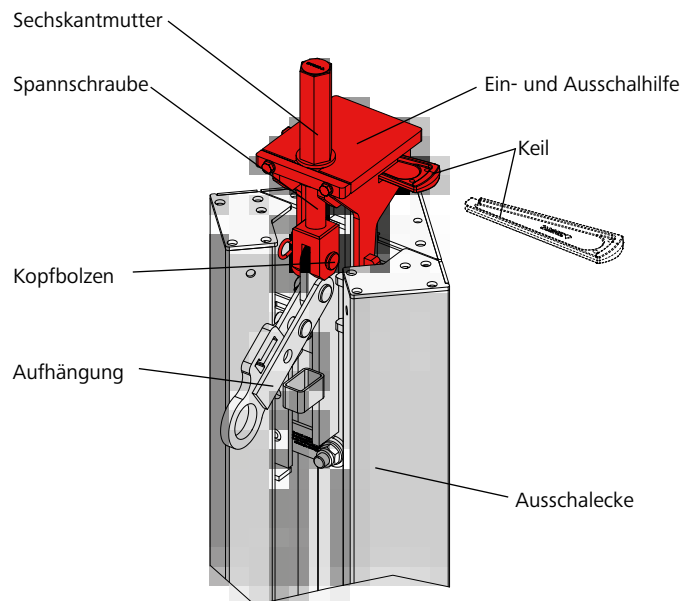

Abb. 55.3
1. Die Ausschalhilfe/Ein- und Ausschalhilfe wird auf das Kopplungsstück an der Oberseite der Ausschalecke aufgesetzt. Die Aufhängung der Ausschalecke muss hierbei nach unten geneigt sein (Abb. 55.3).
2. Die Befestigung an der Ausschalecke erfolgt mit dem an der Spannschraube der Ausschalhilfe/Ein- und Ausschalhilfe integrierten Kopfbolzen 16/40 und Federstecker 4 (Abb. 55.3).
3. Zur Fixierung der Ausschalhilfe/Ein- und Ausschalhilfe wird der an der Ausschalecke befestigte Keil in die Öffnung im Seitenteil der Ausschalhilfe geschlagen (Abb. 55.3).